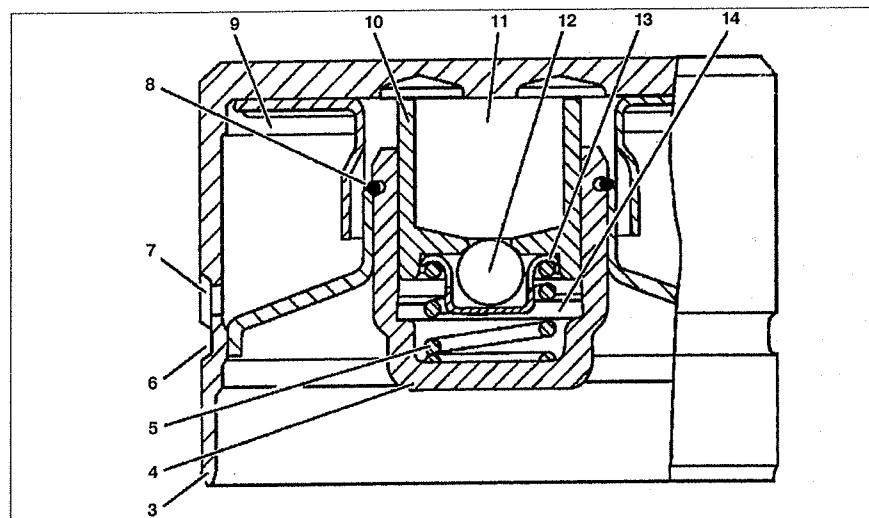

**Рис. 2.35. Снятие гидрокompенсатора с помощью ручного вакуумного насоса:**
4. Снимите гидрокompенсатор 3 с помощью ручного вакуумного насоса 4. Не применяйте для снятия магнит (см. рис.2.35).